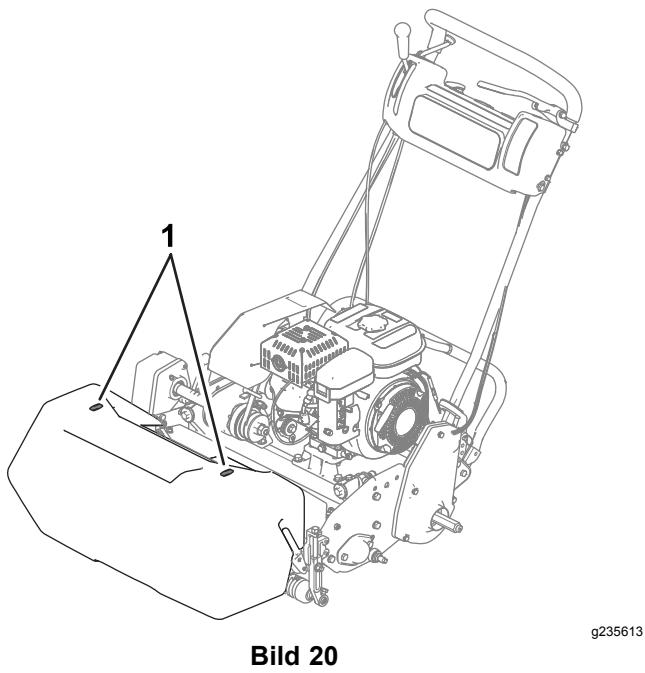

Bild 20
- Verwenden Sie die Ausrichtungsstreifen am Grasfangkorb (Bild 20), damit Sie in einer möglichst geraden Linie über die Grünfläche fahren und einen gleichmäßigen Abstand zum zuvor gemähten Rasenstück einhalten.